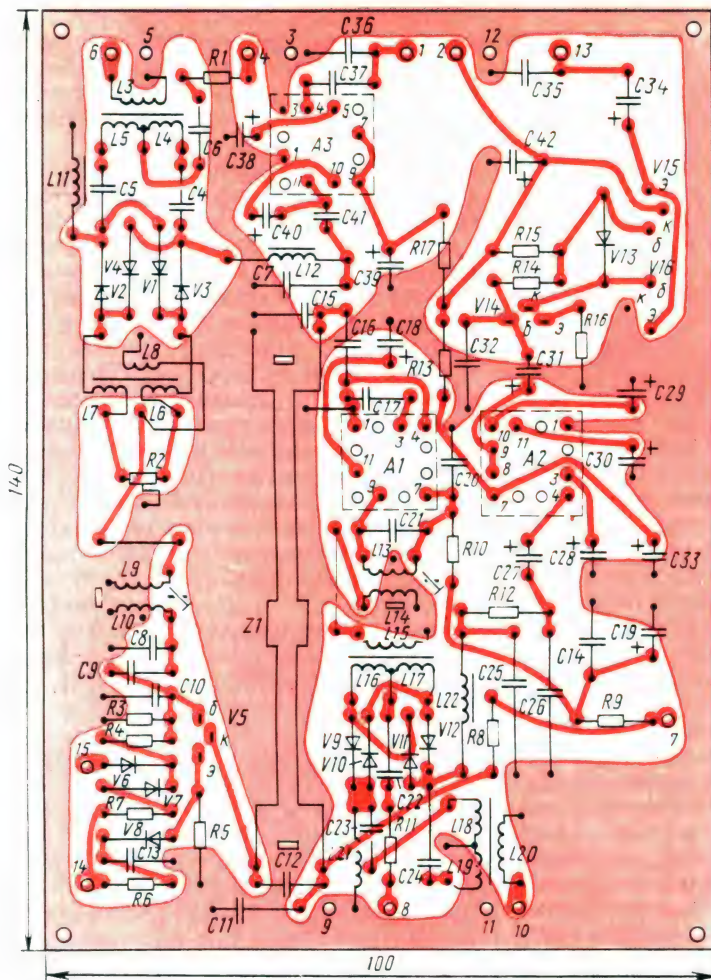

Рис. 392. Плата основного блока
**Детали, конструкция.** Большая часть деталей трансивера смонтирована печатно на трех платах из фольгированного стеклотекстолита толщиной 1,5–2 мм. Платы основного блока, блока гетеродинов и соединения деталей на них показаны на рис. 392 и 393. Контактными выводами плат служат отрезки посеребренного (или луженого) медного провода толщиной 1,2–1,5 мм, запрессованные в отверстиях в платах.